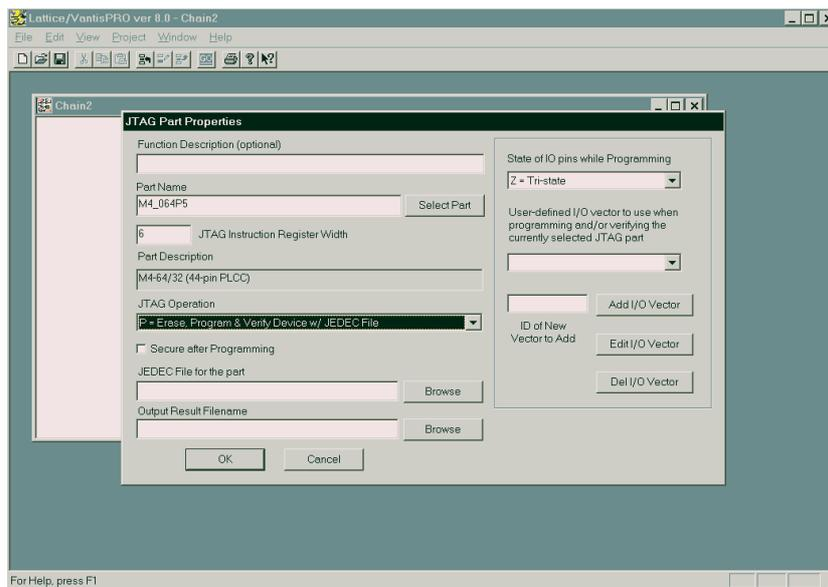

Figure 25
- Sélectionner l'opération « P = Erase, Program & Verify Device ». Laisser les autres champs comme sur la figure 25. Cliquer sur le bouton « Browse » pour spécifier le fichier JEDEC à utiliser « portes.jed ».